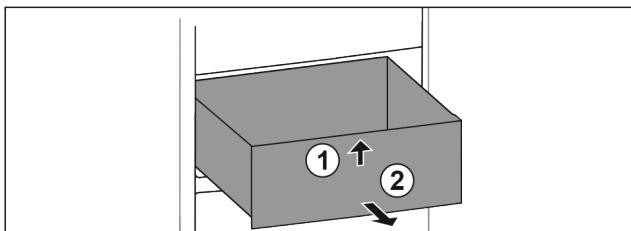

Fig. 59
- ▶ Ridicați sertarul în față. Fig. 59 (1)
- ▶ Extragăți sertarul spre înainte. Fig. 59 (2)